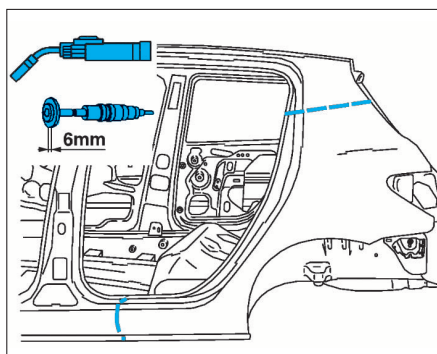

FIG. 107
- Procéder au soudage (Fig.107 à 112) au MIG ou avec une pointeuse électrique puis meuler.